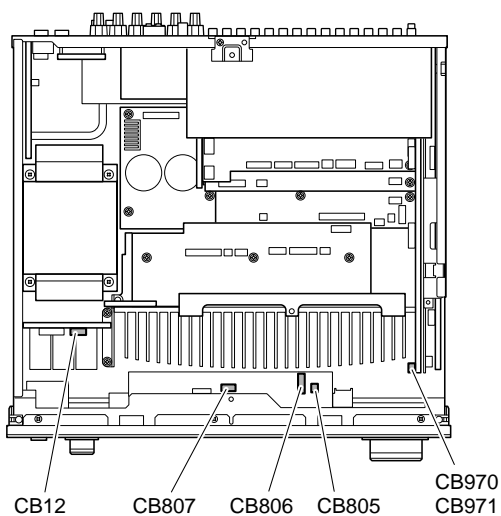

Fig. 2
- b. Remove CB12, CB805-807, CB970 and CB971. (Fig. 2)
- b. CB12、CB805-CB807、CB970、CB971を外します。(Fig. 2)